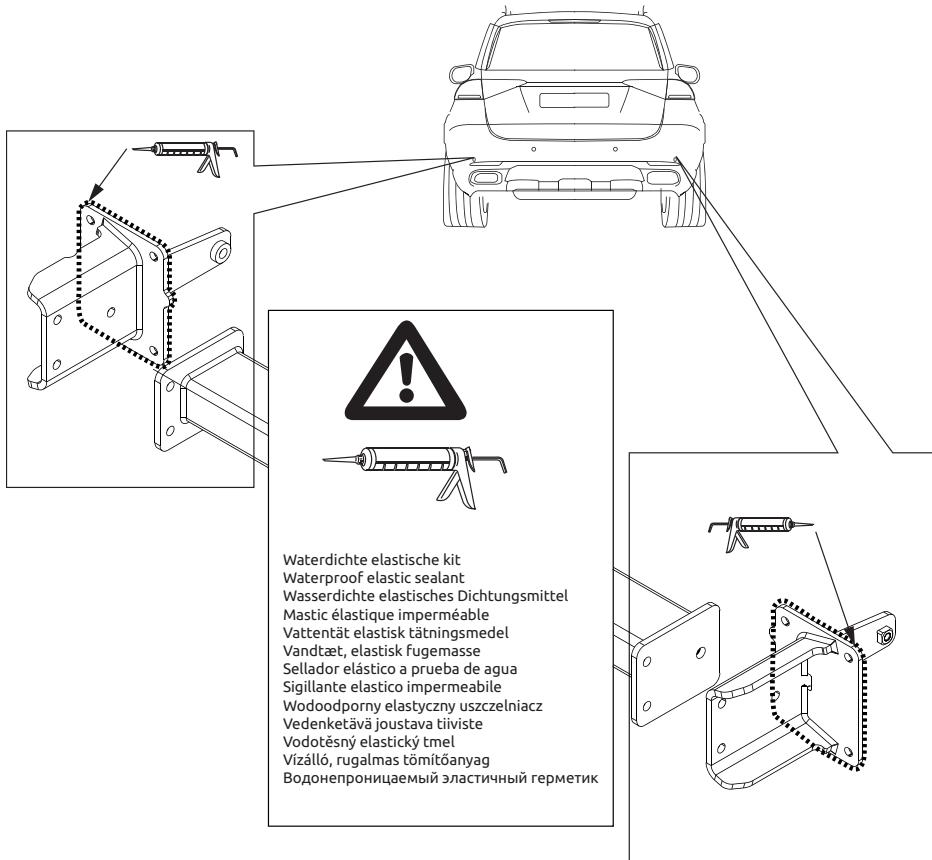

Fig. 2
6. Герметизировать обозначенные части (см. рис. 2).